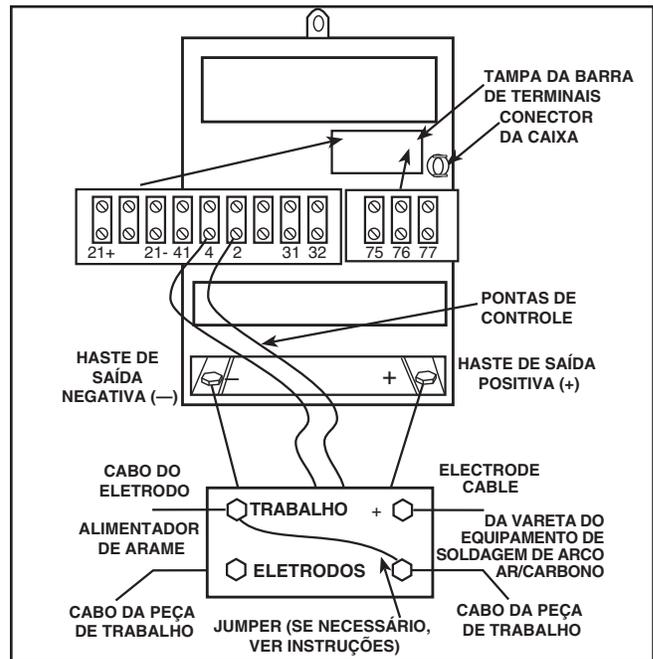

FIGURA C.2 - CONEXÕES DO CABO DA CHAVE MULTIPROCESSO.
7. Conecte o cabo direito da CHAVE MULTIPROCESSO (visto de frente para a máquina) ao terminal de saída (+) positiva do IDEALARC® DC-600. Ver Figura c.2.
8. Conecte o cabo esquerdo da CHAVE MULTIPROCESSO (visto de frente para a máquina) ao terminal de saída (-) negativa do IDEALARC® DC-600. Ver Figura c.2.
9. Ligue o eletrodo do alimentador de arame e os cabos de trabalho. Ver Figura c.2.
12. Conecte a vareta ou o eletrodo do arco de ar/carbono e o cabo de trabalho. Ver Figura c.2.
NOTA: Quando não é necessário ter cabos de aterramento independentes para solda com vareta e semi-automática ou automática, conecte um jumper do terminal de “trabalho” da CHAVE MULTIPROCESSO para o terminal “negativo” da CHAVE MULTIPROCESSO. Ver Figura c.2.